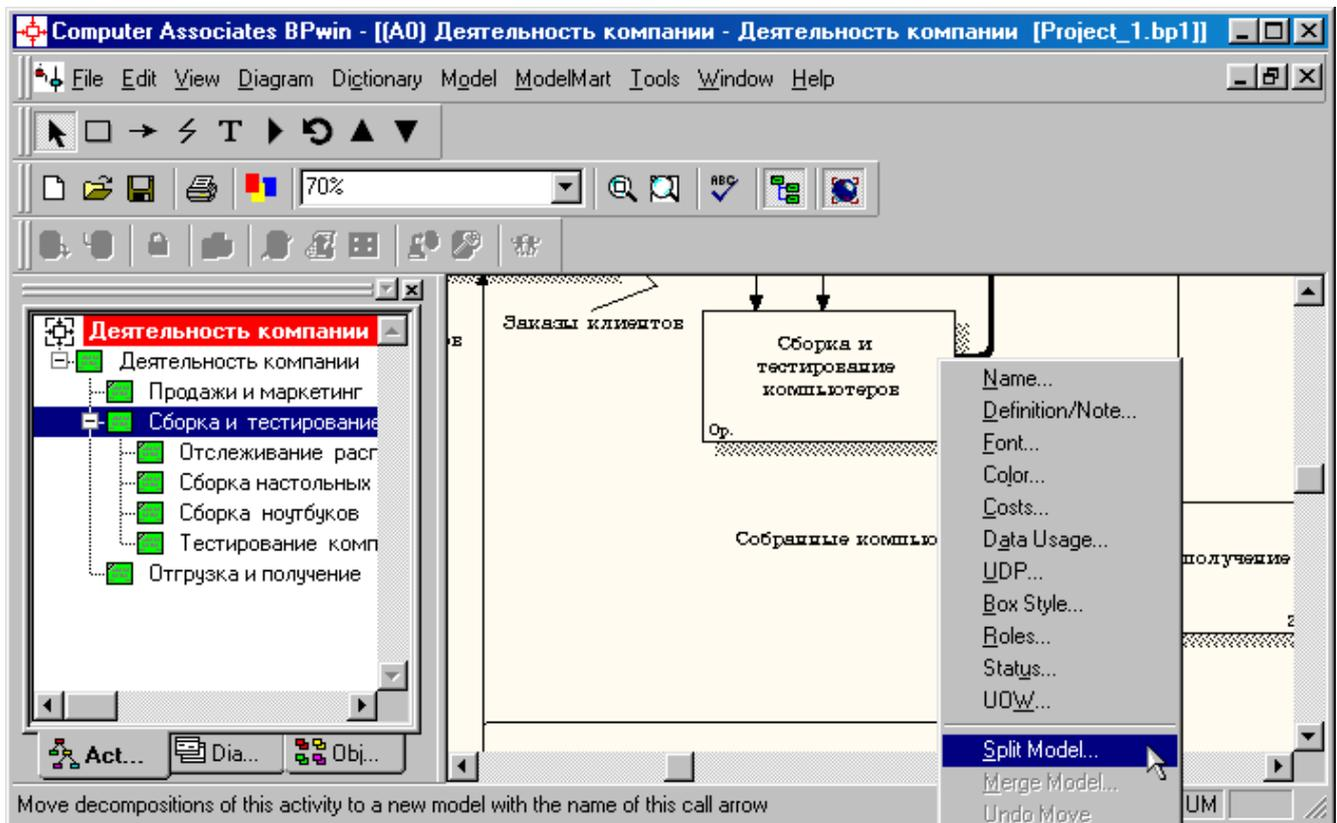

Рисунок 5.1 - Пункт контекстного меню **Split model**
- 1 Перейдите на диаграмму A0. Правой кнопкой мыши щелкните по работе "Сборка и тестирование компьютеров" и выберите **Split model** (Разделить модель) (рисунок 5.1).
- 2 В диалоге **Split Option** (Опции разделения) внесите имя новой модели "Сборка и тестирование компьютеров", установите опции, как на рисунке, и щелкните по кнопке **ОК** (рисунок 5.1).